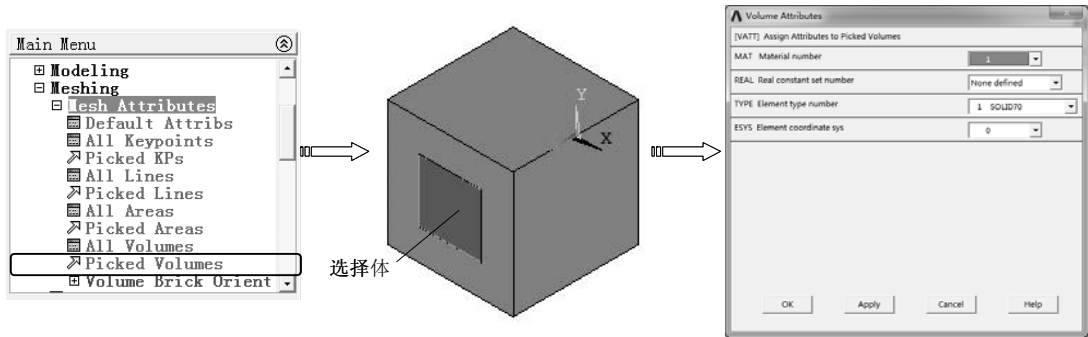

图 8-93 设置体单元属性
1) 选择 “Main Menu>Preprocessor>Meshing>Mesh Attributes>Picked Volumes” 命令，弹出 “Volume Attributes” 对话框，拾取小长方体，单击 “OK” 按钮，弹出 “Volume Attributes” 对话框，在 “Material number” 下拉列表中选择 “1”，单击 “OK” 按钮完成单元属性设置，如图 8-93 所示。